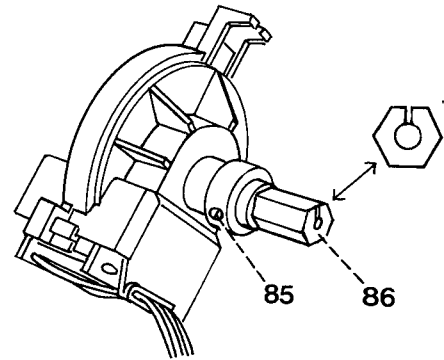

Fig. 30f
- Gleichzeitig den 5,5 mm Sechskantschlüssel auf den Sechskant 86 (Fig. 30f) des Positionsgebers aufschieben und in Drehrichtung drehen (rutschen), bis die grüne Anzeige aufleuchtet (Fig. 30d).